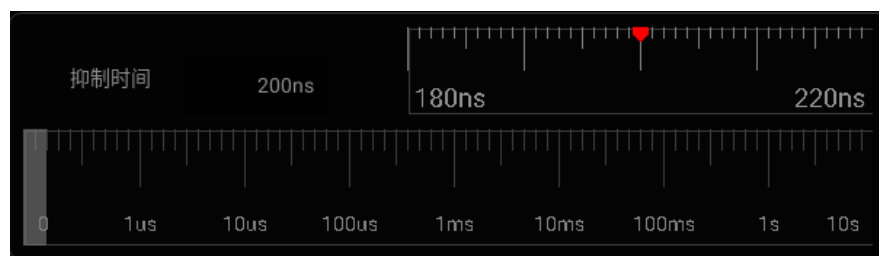

图6-11 触发抑制时间设置界面
- 1) 在主菜单中轻点“触发”打开触发菜单，在“常规”项下轻点“抑制时间”后的方框，打开抑制时间调节界面，左上方显示触发时间，右上方显示微调时间标尺，下方显示粗调时间标尺，如图6-11所示。